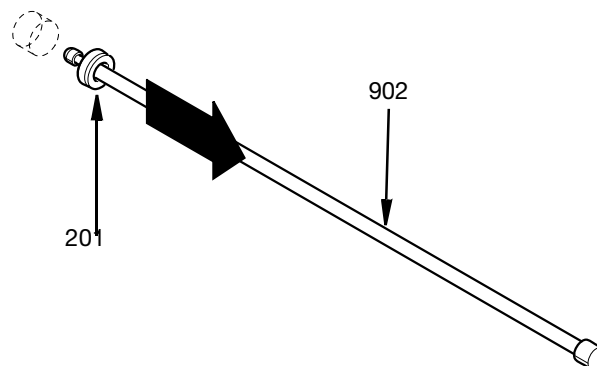

FIG. 34
Um eine Stangendichtung zu entfernen, führen Sie das spitze Ende der Dichtungseinbaustange (902) durch die Mitte der Stangendichtung (201). Hängen Sie die Einkerbung des Werkzeugs an der gegenüberliegenden Seite der Dichtung ein und ziehen Sie die Dichtung von den Dichtungsabstandshaltern (203 und 204) oder dem Luftzylindergehäuse (509) zurück. Siehe FIG. 34.